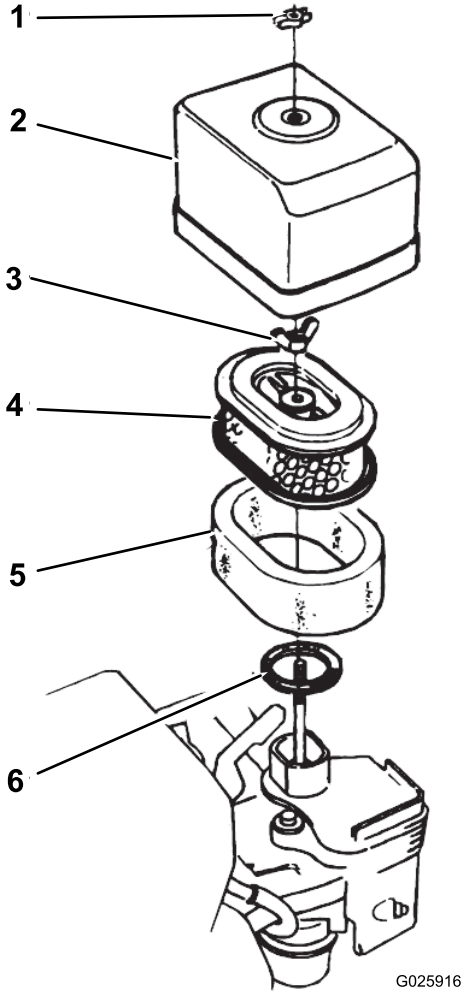

图30
2. 拧掉将空气滤清器盖固定到空气滤清器上的蝶型螺帽然后取下滤清器盖 图30。
5. 用蝶形螺母将空气滤清器盖安装到空气滤清器上 图 30。
1. 拧掉将空气滤清器盖固定到空气滤清器上的蝶型螺帽然后取下滤清器盖 图30。
2. 从空气滤清器上卸下蝶型螺帽然后取出滤清器 图30。
3. 从纸质滤芯上取下泡沫空气滤清器滤芯 图30。
1. 将泡沫空气滤清器滤芯安装到纸质滤芯上 图30。
2. 检查垫片是否磨损和损坏 图30。
3. 确保垫片放置在化油器的进气室上 图30。
4. 用蝶型螺母将空气滤清器滤芯安装到化油器 图30。
5. 用另一个蝶型螺母将空气滤清器盖安装到化油器 图 30。